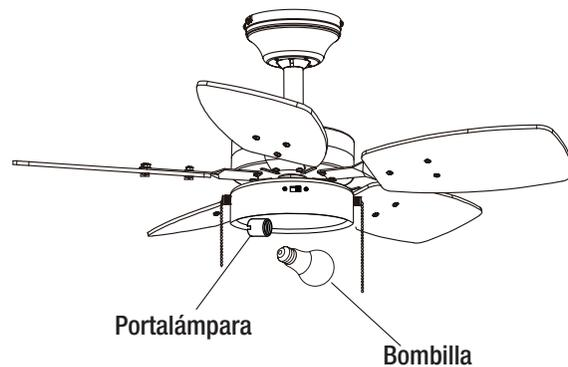

Figura 13
- Coloque una bombilla de luz (9 W máx., LED, base enroscable mediana) al portalámpara (Figura 13).